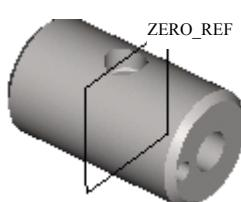
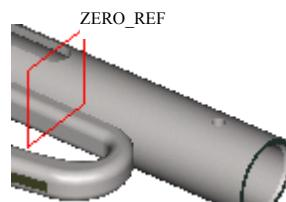

图 12.5.40 活塞零件的 ZERO_REF 基准平面
图 12.5.41 主体零件的 ZERO_REF 基准平面
(1) 查找并选取运动轴。选择下拉菜单 **编辑(E)** → **查找(F)...** 命令, 系统弹出“搜索工具”对话框; 在“查找”列表中选取“平移轴”, 在“查找范围”列表中选取 CORK_DRIVER.ASM 子装配, 然后单击 **立即查找** 按钮; 在结果列表中选取运动轴 Connection_1c.first_trans_axis_, 并单击 **>>** 按钮将其加入选定栏中, 最后单击 **关闭** 按钮, 关闭对话框。
(2) 选择下拉菜单 **编辑(E)** → **定义(X)...** 命令, 系统弹出“运动轴”对话框, 在该对话框中进行下列操作。
① 在连接件和组件上选取零参照。查找并选取活塞 (Piston) 零件中的 ZERO_REF 基准平面和主体 (Body) 零件中的 ZERO_REF 基准平面, 如图 12.5.40 和图 12.5.41 所示。